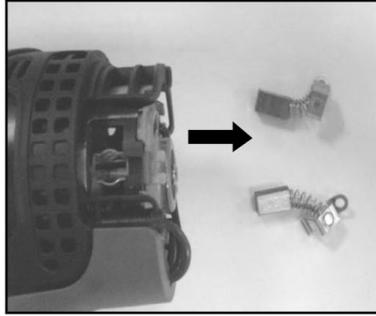

Fig.11
- Sortez le balai de carbone. (Fig. 11)